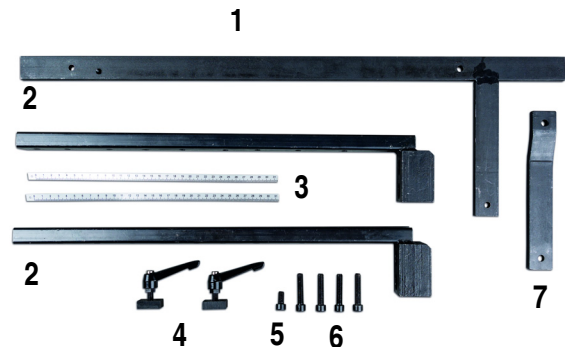

Abb. 8: Bestandteile des Hinteranschlags
**Schritt 1:** Schrauben Sie die zwei Führungsschienen 2 (Abb. 8) an den hinteren Bereich der Maschine (Abb.11) fest an. Verwenden Sie dazu die vier langen Schrauben 6 (Abb.8).
**Schritt 3:** Führen Sie den Klemmgriff 4 (Abb. 8 und 9) in die Bohrung am kurzen Ausleger des Anschlagswinkels 1 ein.